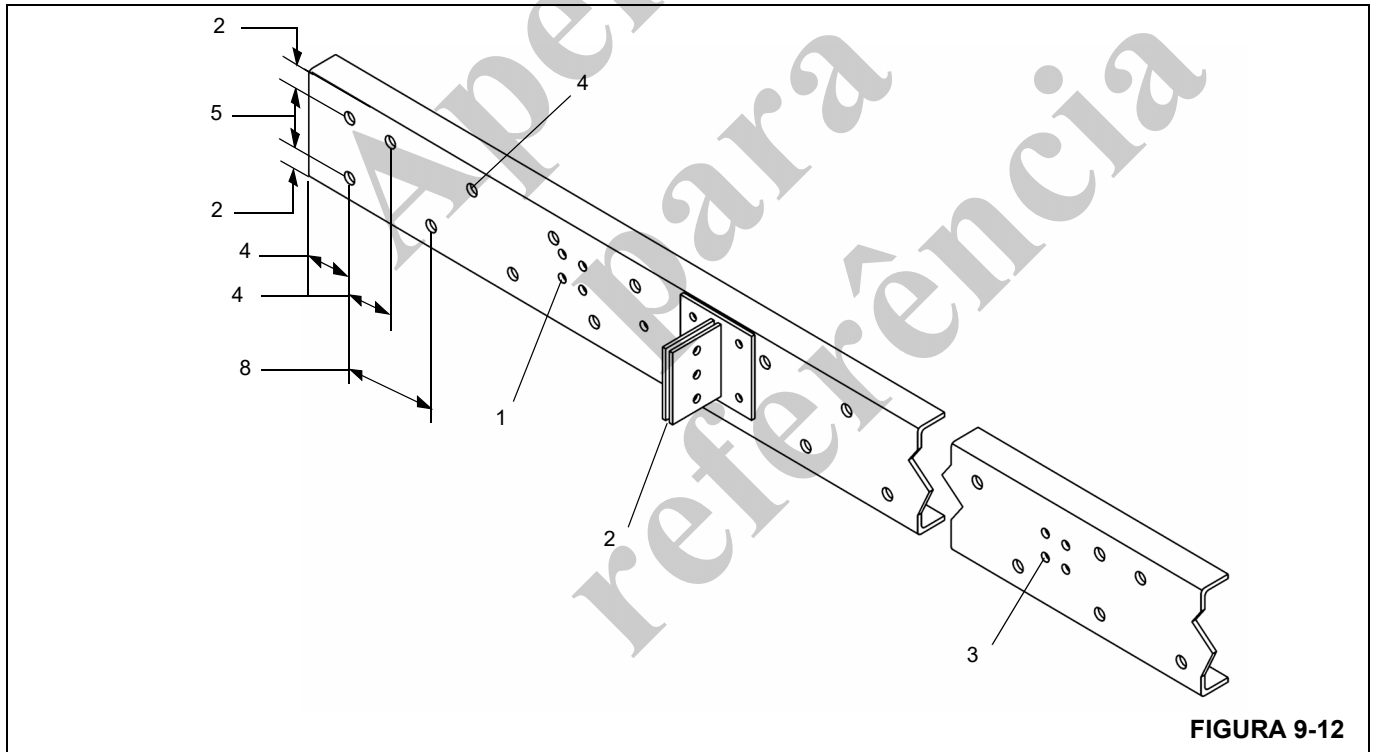
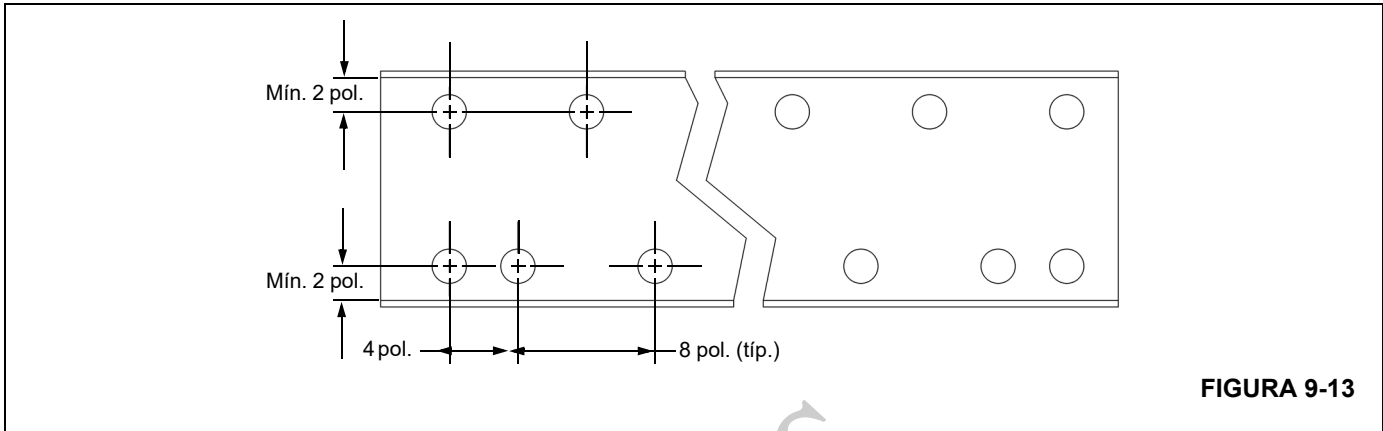
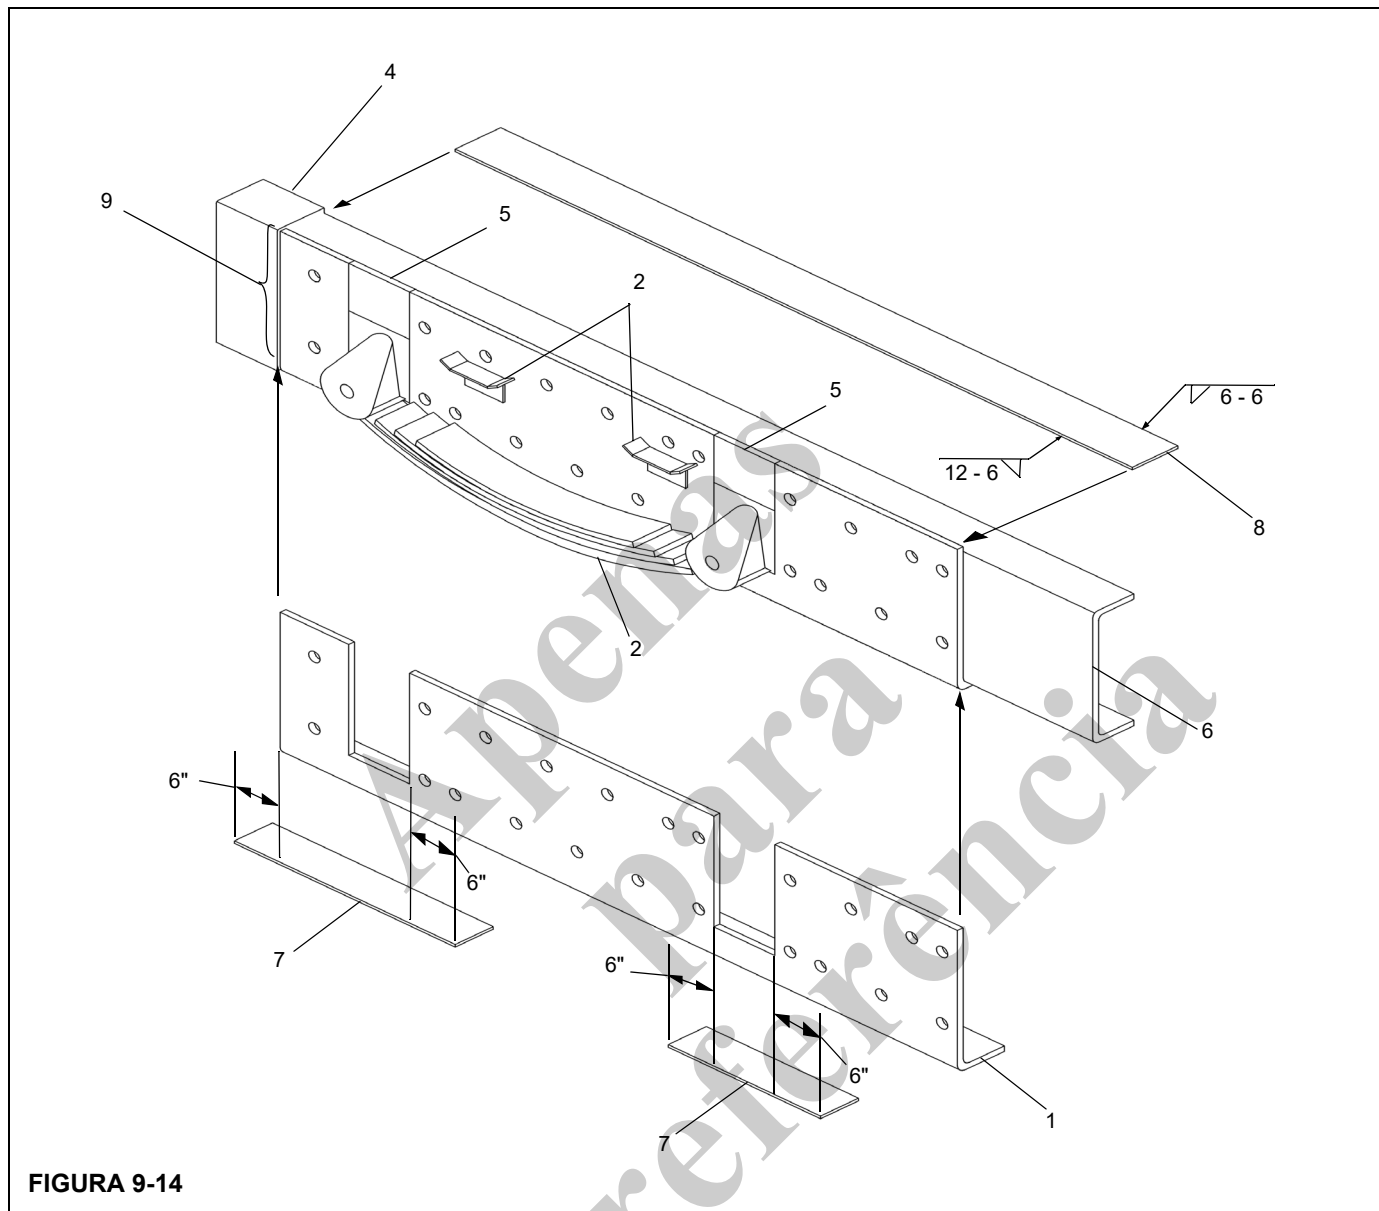

FIGURA 9-12
FIGURA 9-13
FIGURA 9-14
5. Fixe o reforço (1) no lugar na estrutura do caminhão (4), instale os parafusos do membro cruzado (6) que foram previamente removidos e solde na estrutura do caminhão como mostrado na Figura 9-12.
Consulte a Figura 9-13 para ver as dimensões de localização da furação e do aparafusamento. Use parafusos de 5/8 pol., Grau 8. Faça furos de 39/64 pol. (15,5 mm) de diâmetro, direcione os parafusos de encaixe e aperte de acordo com a Tabela de torque na Seção Um. Observe que todas as dimensões estão em pol. (mm).
Números dos itens da Figura 9-12
NOTA: Todas as dimensões da Figura 9-12 estão em polegadas
7. Se a estrutura até a suspensão traseira não atender às especificações mínimas do RBM e do módulo da seção, ela pode ser reforçada adicionando uma cantoneira de reforço, conforme mostrado na Figura 9-14.
Force a cantoneira de reforço (1, Figura 9-14) contra o reforço frontal (4) da suspensão. Marque as áreas que requerem corte (5) de forma que a cantoneira deslize para cima em torno dos suportes das molas (3) e contra a estrutura existente do caminhão (6) e o reforço frontal (4).
Marque com maçarico as áreas assinaladas na perna longa da cantoneira, com profundidade suficiente para que a cantoneira possa ser deslizada para cima, a partir da parte inferior da estrutura, para entrar em contato com a estrutura existente do caminhão (6, Figura 9-14) ou com os suportes de molas (3) (se eles se estendem por baixo da estrutura existente do caminhão).
8. Se a cantoneira de reforço (1, Figura 9-14) for soldada na estrutura do caminhão, recorte o padrão do furo da solda de bujão, como mostrado na Figura 9-12.
Deslize a cantoneira de reforço (1, Figura 9-14) para cima, começando da parte inferior, force-a no reforço
Posicione a barra (8) na parte superior da estrutura do caminhão (6) e solda alternadamente como observado na Figura 9-14.
9. Se a cantoneira de reforço (1, Figura 9-14) será parafusada, faça o padrão de furos e instale os parafusos de acordo com a Figura 9-13 e instale os parafusos.
Reforce os recortes do suporte das molas (5, Figura 9-14) e a área de solda e o reforço da suspensão até o reforço frontal adicionando as barras (7) e (8).
3. Prenda duas barras de fixação (2, Figura 9-13) a cada placa de montagem superior lateral esquerda e direita (1), vista A.
Prenda uma barra de fixação (2, Figura 9-13) a cada placa de montagem superior central esquerda e direita (1a), vista B.